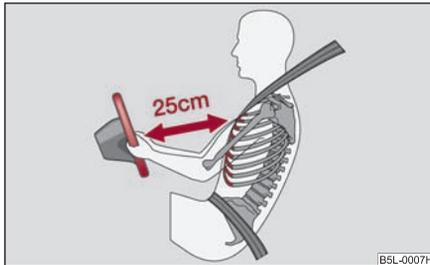

Abb. 119 Sicherer Abstand vom Lenkrad
- Der Fahrer muss einen Abstand zum Lenkrad von mindestens 25 cm einhalten ⇒ Abb. 119. Wenn Sie den Mindestabstand nicht einhalten, kann Sie das Airbag-System nicht schützen - Lebensgefahr!